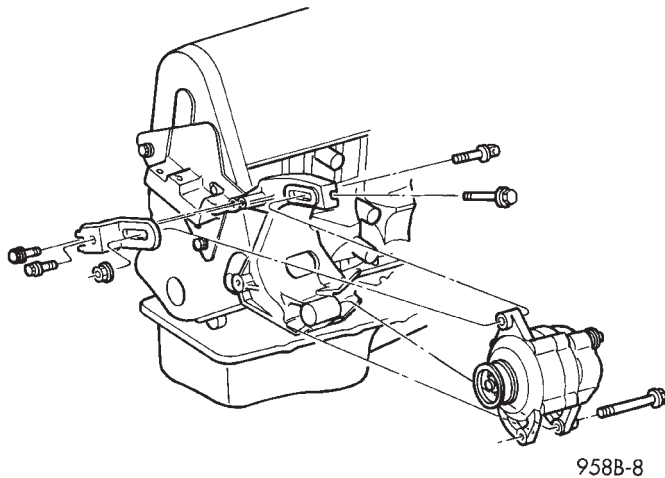

Abb. 9 Lichtmaschine — 2.4L-Motor
- (2) Kabel der Erregerwicklung von der Lichtmaschine abklemmen.
- (3) Abdeckung des Anschlusses B+ mit einem Werkzeug mit schmaler, flacher Klinge abhebeln.
- (4) Mutter des Batteriekabels am Anschluß B+ lösen und Batteriekabel abnehmen (Abb. 9).
- (5) T-Einstellschraube lockern (nicht herausdrehen) (Abb. 9).
- (6) Gelenkbolzen lockern (nicht vollständig lösen).
- (7) Einstellschraube lockern, so daß der Antriebsriemen der Lichtmaschine abgenommen werden kann. Näheres hierzu siehe Kapitel 7, "Kühlsystem".